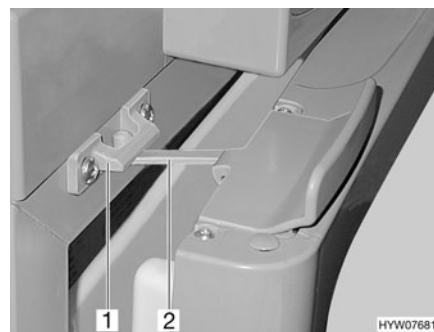

Fig. 139 Puerta del frigorífico en posición de ventilación (Thetford)
- Abrir el bloqueo (Fig. 139,2) y engatillarlo en el alojamiento del bloqueo (Fig. 139,1). De este modo, la puerta del frigorífico quedará ligeramente abierta.